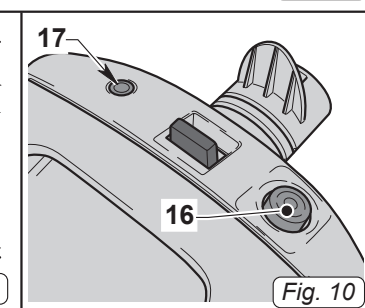

Fig. 10
- Premere l'interruttore (16 Fig.10), che si illumina, per avviare l'apparecchio.
- L'illuminazione della lampada (17 Fig.10) indica che il sacco in carta è pieno e deve essere sostituito.
- Premere l'interruttore (16 Fig.10) per spegnere l'apparecchio.